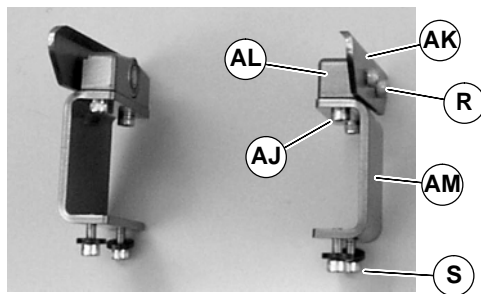

Figure 24
- Bauteile zusammentragen (Abbildung 24).